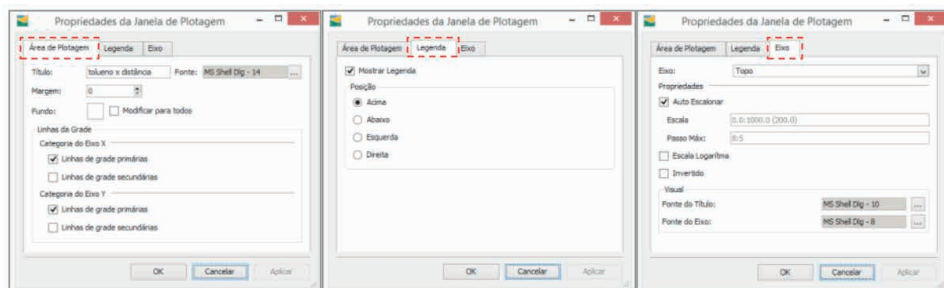

Figura 2.180 Configuração do Plot.
- Configuração do Plot: nesta opção é possível caracterizar a área de plotagem, escolher o local da legenda e configurar os eixos (Figura 2.180).